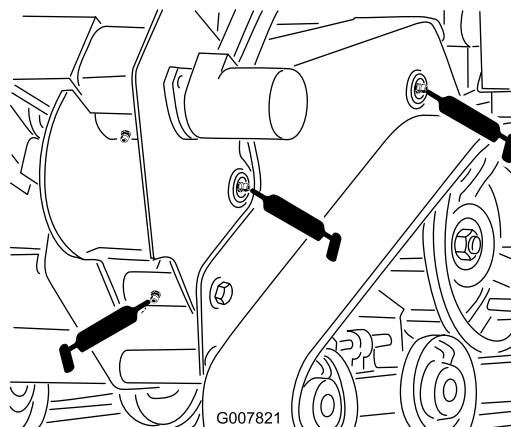
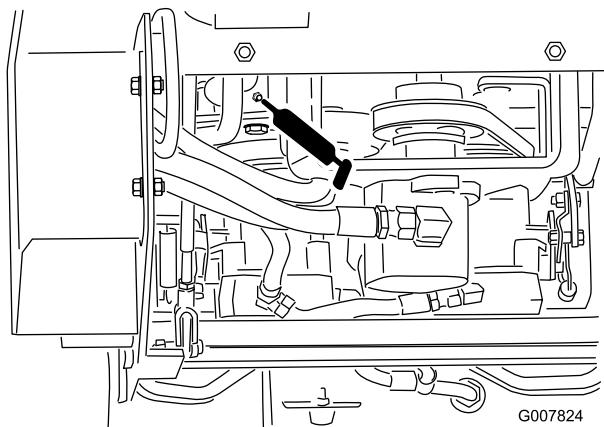

Figura 28
Figura 31
3. Conecte una pistola de engrasar a cada punto de engrase (Figura 28 a Figura 31).